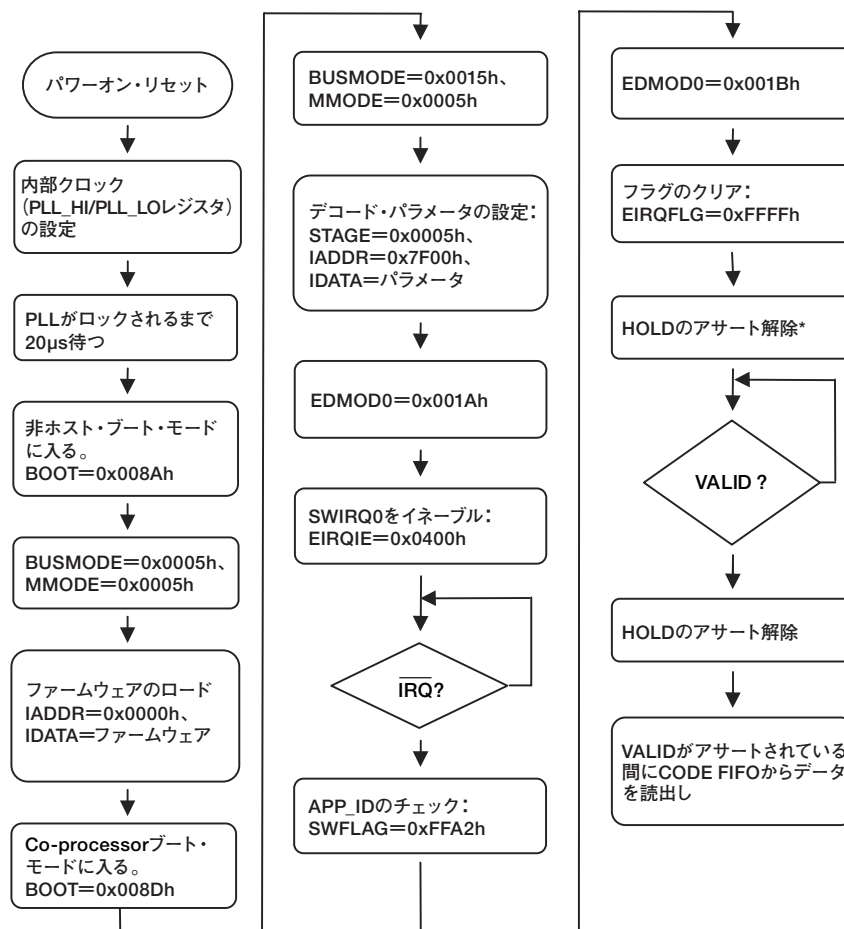

図24. JDATAモードのデコード・ルーチン
* JCLKの定義については、データシートの図24を参照してください。JCLKの最大周波数が150MHzの場合、JCLKサイクルは約6.7nsとなります。